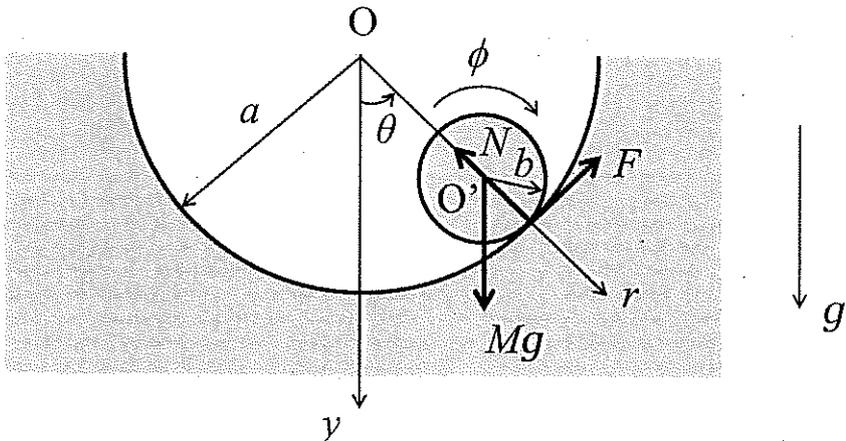

図2
(2) 図2に示すように、中心を  $O$  とし、半径  $a$  の鉛直面内に固定された円輪の粗い内面に、中心を  $O'$  とする半径  $b$  ( $a > b$ )、質量  $M$  の円板が接し、円輪内を滑ることなく転がっている。鉛直下向き方向に  $y$  軸、 $O$  を原点として  $O'$  を通る半径方向に  $r$  軸をとると、円板が  $y$  軸から  $\theta$  転がると、円板自身も  $O'$  まわりに  $\phi$  回転した。このとき、以下の問いに答えなさい。ただし、重力加速度を  $g$  とする。